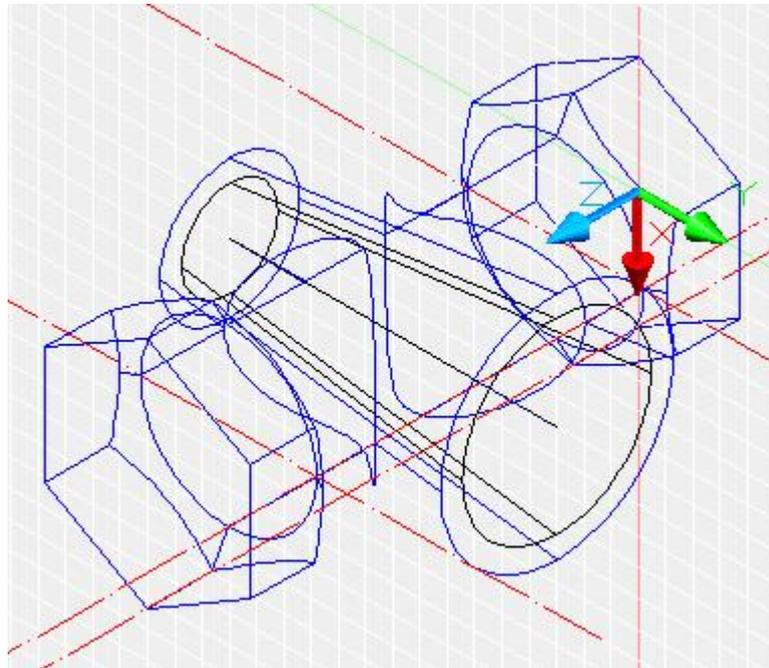

Рис. 14
14. Соединение 2-х объектов детали. Для этого нужно включить слой с изображением конусов. Для соединения 2-х частей выбираем команду  или в командной строке вводим **UNION**, далее выделяем оба тела и нажимаем **enter** (см. рис. 14).